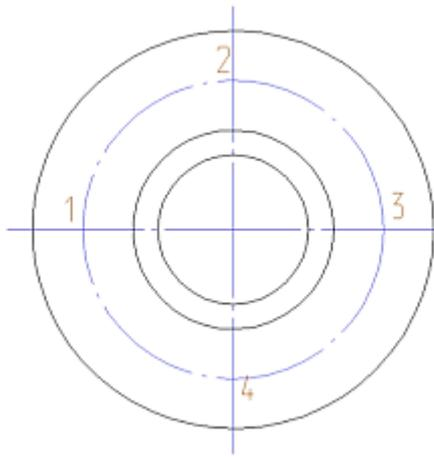

Рисунок 2. Вид сверху.
9. Постройте четыре окружности в точках **1, 2, 3, 4** (см. рис.2)